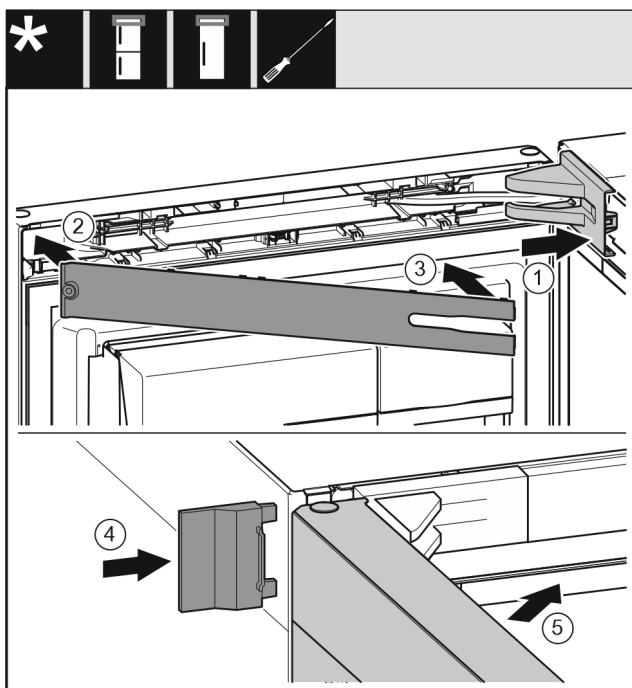

Fig. 22
- Applicare la copertura del blocco di supporto e innestarla, se necessario premere con cautela. Fig. 22 (1)
- Applicare il pannello. Fig. 22 (2)
- Ruotare verso l'interno il pannello e innestarlo. Fig. 22 (3)
- Spingere la copertura esterna. Fig. 22 (4)
- Chiudere la porta superiore. Fig. 22 (5)